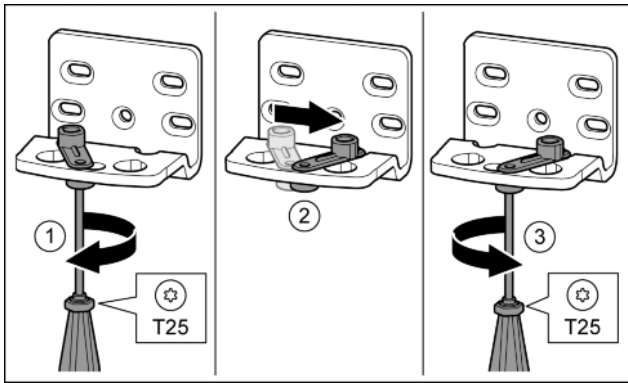

Fig. 16\*
- ▶ Lazán tekerje be a csavart a T25 csavarhúzóval.\* Fig. 16 (1)
- ▶ Emelje meg az ajtó záródását segítő egységet, és 90°-kal jobbra forgatva helyezze a furatba.\* Fig. 16 (2)
- ▶ Húzza meg a csavart a T25 csavarhúzóval.\* Fig. 16 (3)